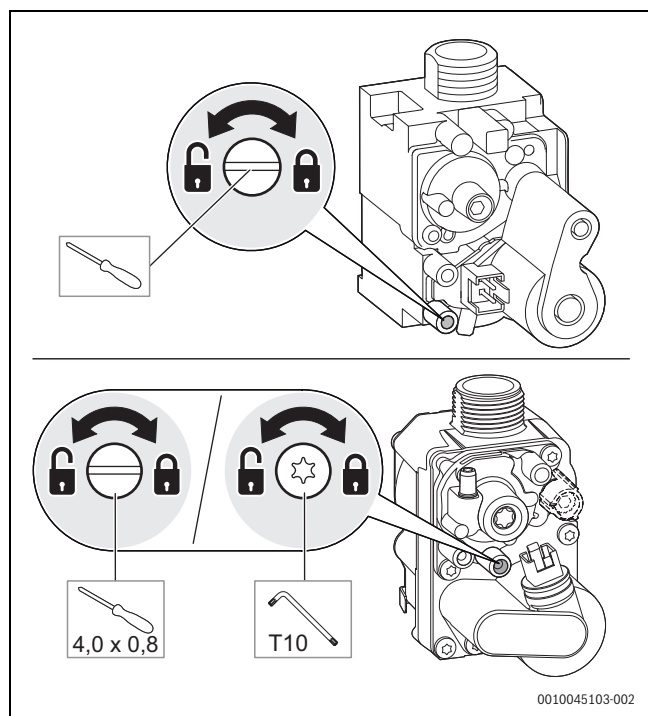

Fig. 50 Măsurări presiunea de racordare a gazului
- ▶ Desfaceți șuruburile de la orificiul de măsurare pentru presiunea de racordare a gazului prin 2 rotiri (→ Fig. 50).